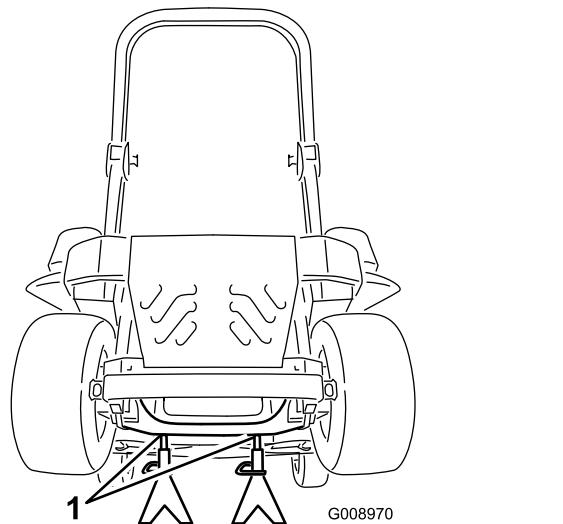

Figura 83
3. Levante la máquina y apóyela sobre gatos fijos (Figura 83).
- Retire los gatos fijos y baje la máquina (Figura 83).